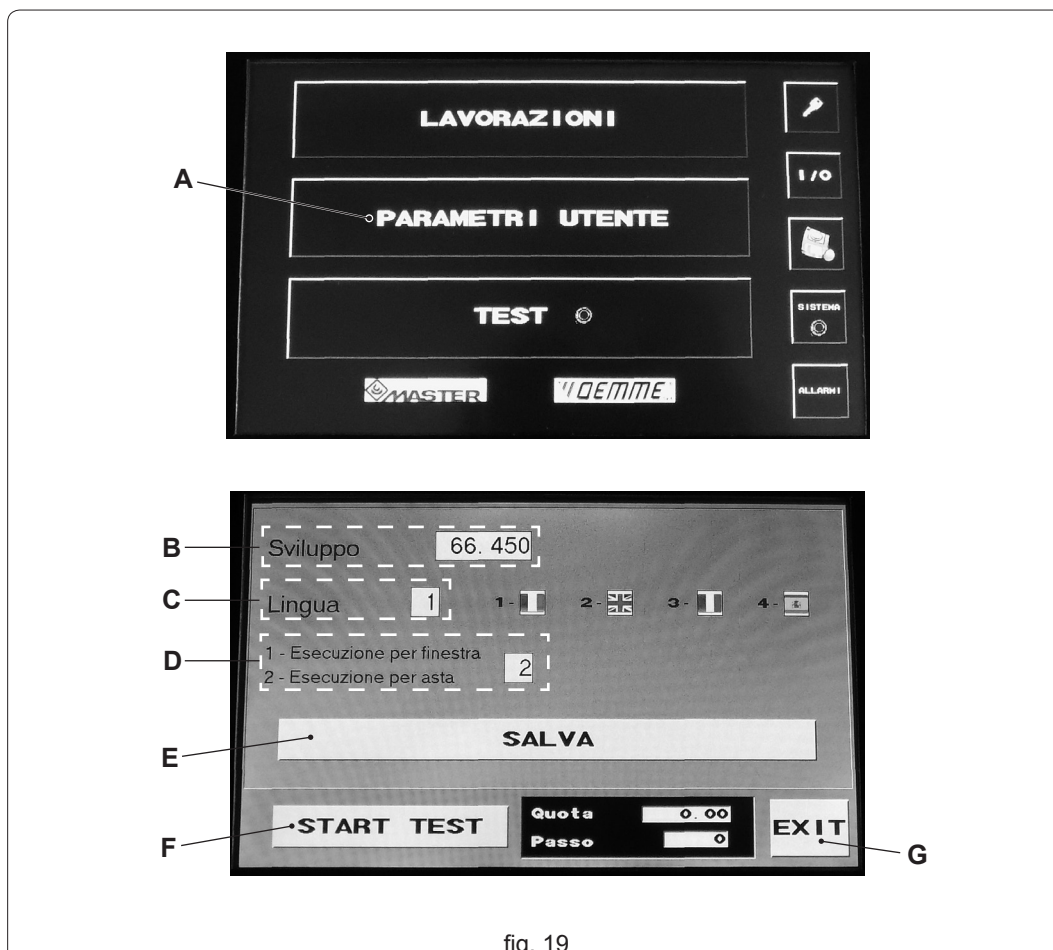

fig. 19
Nella sezione "PARAMETRI UTENTE" (fig. 19 rif. A) si trovano alcuni parametri ai quali l'utente può avere accesso per eventuali modifiche di settaggi.
- "SVILUPPO" (fig. 19 rif. B): modificare la misura di questo parametro nel caso in cui l'asta risultasse più lunga o più corta dopo una misura di verifica, di solito dopo l'esecuzione dello "START TEST" di prova (fig. 19 rif. F).
N.B.: In caso di eventuale regolazione, 0,07 mm, aggiunti o sottratti al parametro "SVILUPPO" (fig. 19 rif. B), corrispondono alla variazione di 1mm di asta.
Esempio: se l'asta risulta più lunga di 1mm bisogna aumentare lo "SVILUPPO" (fig. 19 rif. B) di +0,07mm, al contrario, se più corta di 1mm diminuirlo di -0,07mm.
- "LINGUA" (fig. 19 rif. C): digitare nel riquadro il numero corrispondente alla lingua che si desidera tra quelle visualizzate.
- "ESECUZIONE PER FINESTRA" o "ESECUZIONE PER ASTA" (fig. 19 rif. D): quando di una determinata lavorazione si è digitata una quantità di 2 o superiore, è possibile scegliere se ottenere l'erogazione di aste forate ordinate per singola finestra o per misura d'asta. Digitare nel riquadro corrispondente il numero relativo alla selezione.
- "START TEST" (fig. 19 rif. F): è consigliabile eseguire un test ad ogni inizio lavori o cambio bobina per verificare la corrispondenza tra la lunghezza impostata e quella reale dell'asta erogata; questo perchè, per diverse cause, la lunghezza reale potrebbe cambiare. Questa funzione è impostata sull'erogazione di un'asta lunga 1 m con i fori alle estremità e l'asola centrale (tipologia 3). Toccando il riquadro la macchina inizia l'erogazione di una singola asta. Procedere alla misurazione: se risulta superiore o inferiore a 1 m, intervenire sul parametro "SVILUPPO".
- "SALVA" (fig. 19 rif. E): da digitare dopo ogni modifica effettuata e che si desidera salvare.
- "EXIT" (fig. 19 rif. G): da digitare per uscire da questa interfaccia.